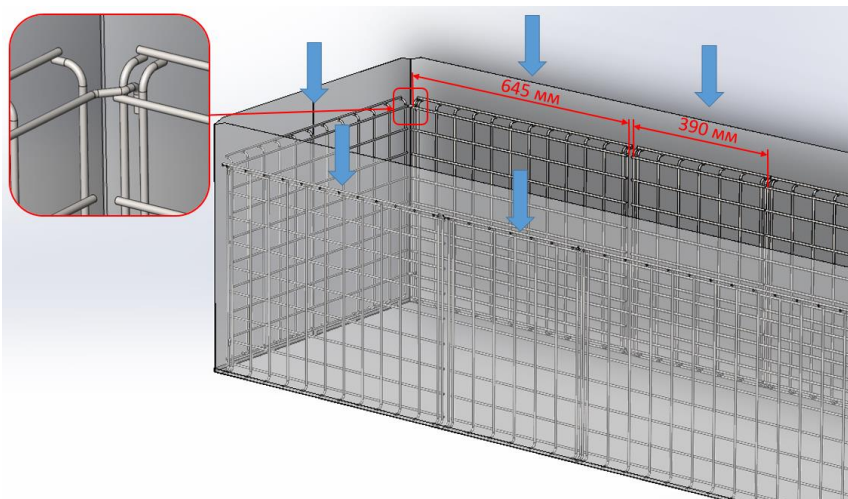

Рис. 4.1.2. Кріплення повздовжніх і торцевих решіток.
2. Встановлюється дві поздовжні решітки і торцеві решітки на ліву стінку внутрішнього простору, зачіплюються за поздовжню (див. рис.4.1.2)